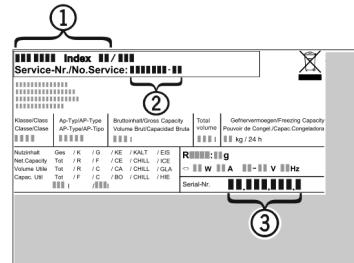

Fig. 11
- Прочетете от идентификационната табелка описание на уреда Fig. 11 (1), сервизния № Fig. 11 (2) и серийния № Fig. 11 (3). Идентификационната табелка се намира на лявата вътрешна стена на уреда.
- Обадете се на сервизната служба и посочете неизправността, описание на уреда Fig. 11 (1), сервизния № Fig. 11 (2) и серийния № Fig. 11 (3).